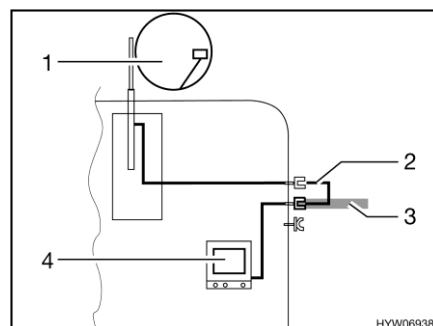

Fig. 209 TV en el vehículo
- TV en el vehículo (Fig. 209,4): Conexión a la antena del techo (Fig. 209,1) con el cable de conexión (Fig. 209,2)
- TV en el vehículo (Fig. 209,4): Conexión a antena externa (Fig. 209,3)